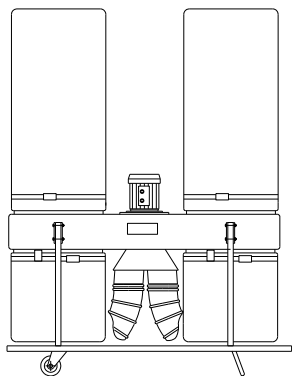

Рис. 1
- I. УВП-3000- Ф3; И1 - на основании с двумя колесными опорами, рис.1.